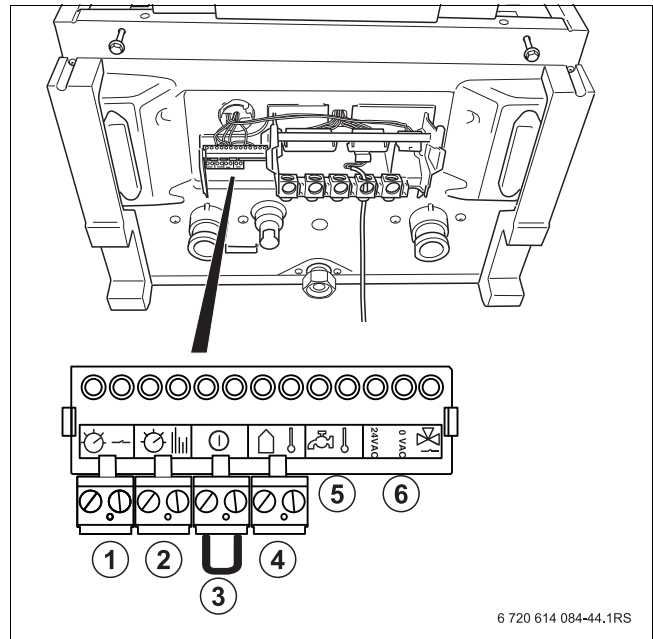

Bild 22 Klemmleiste Niederspannung
- Modulierende Fx Regler über den BB-Bus an Klemme Y (→ Bild 22, [2]) anschließen.